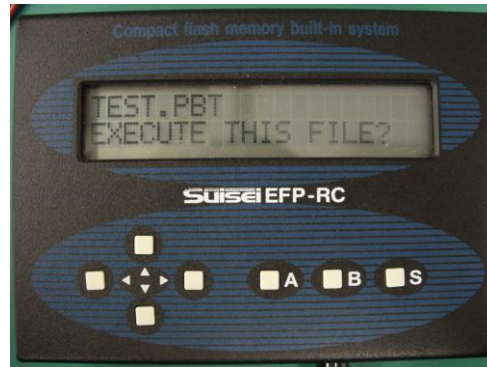

図 5.9 スクリプト実行確認画面
① スクリプトの実行（ファイル選択による書き込み等）
- ・前項のファイル操作で HXW やスクリプトが保存されたホルダーに入り、必要な” スクリプト．PBT” ファイルを $\uparrow$ $\downarrow$ キーで選択し $\boxed{S}$ — $\boxed{S}$ キーと押すとスクリプトを実行します。（図 5.9）